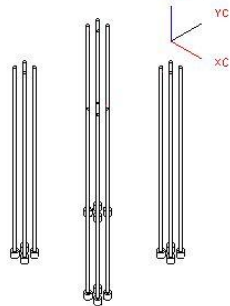

图5-67
- 在【装配】工具条中单击【镜像装配】按钮，弹出【镜像装配向导】对话框。单击【下一步>】按钮，选择 8 条顶杆，单击【下一步>】和【创建基准平面】按钮，弹出【点构造器】对话框，单击【YC-ZC】按钮，然后单击【下一步>】、两次【完成】按钮创建镜像顶杆，如图 5-67 所示。